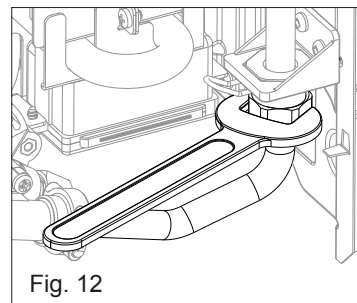

Fig. 12
- Desserrer l'écrou (fig. 12)
- Serrer l'écrou (fig. 12)